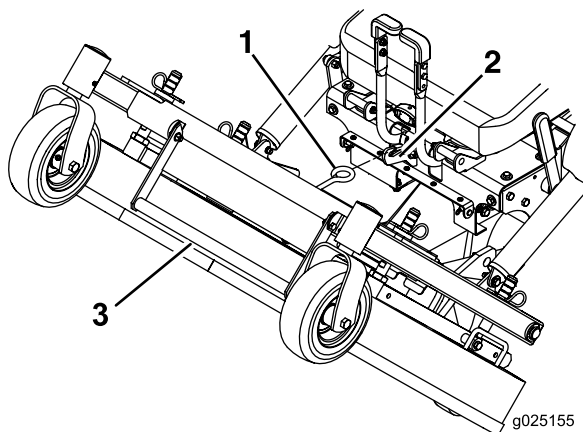

Figura 22
6. Utilizzando la maniglia di sollevamento del piatto di taglio, sollevate il piatto e fissatelo in posizione sollevata (il fermo è situato nella parte centrale anteriore del sedile) (Figura 22).
1. Afferrando saldamente la maniglia di sollevamento del piatto, sganciate il fermo del piatto di taglio dalla macchina e abbassate lentamente il piatto a terra (Figura 22).